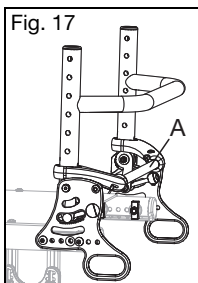
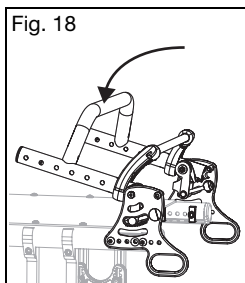

Fig. 17
Fig. 18
ADVERTENCIA: No levante la silla de ruedas usando la barra de liberación (Fig. 17:A). Levantar la silla de ruedas usando la barra de liberación puede ocasionar fallas en las piezas, lo que puede provocar una caída y lesiones graves o la muerte.
1. Levante la barra de liberación posterior (Fig. 17:A), ubicada detrás del armazón trasero, para liberar el seguro y doblar hacia abajo hacia el armazón del asiento (Fig. 18). Para volver a engancharla en su lugar, tire de la barra de liberación hacia afuera y la parte posterior se soltará y podrá empujarla hacia la posición vertical. El espaldar se enganchará automáticamente en el chasis lateral.